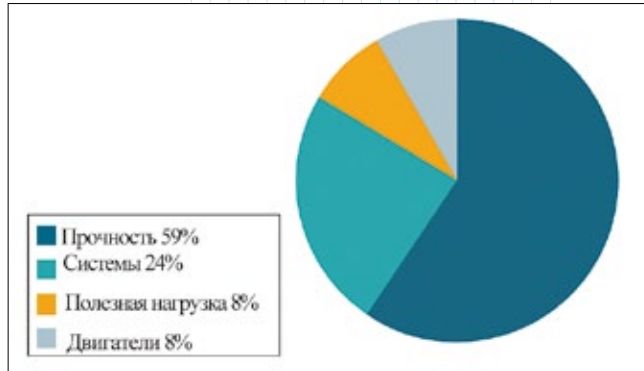

Рис. 8. Перераспределение затрат на создание гражданского самолета (Jacob Markish)
- Кроме того, поскольку 60% затрат на создание гражданского самолета (30% для военного самолета) приходится на проектирование его конструкции, то любое улучшение процесса анализа прочности будет иметь положительное влияние на сокращение задержек и перерасходов (рис. 8).